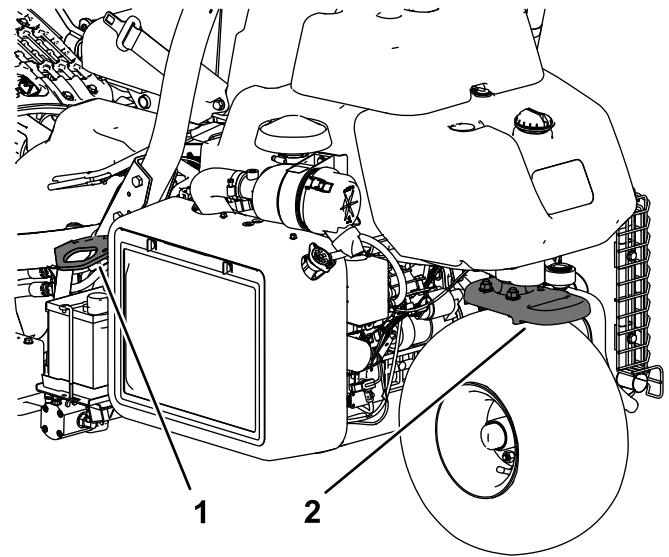

Figura 24
- Amarre a máquina com firmeza utilizando cintas, correntes, cabos ou cordas. As cintas dianteiras e traseiras devem ser direcionadas para baixo, afastadas da máquina (Figura 24).